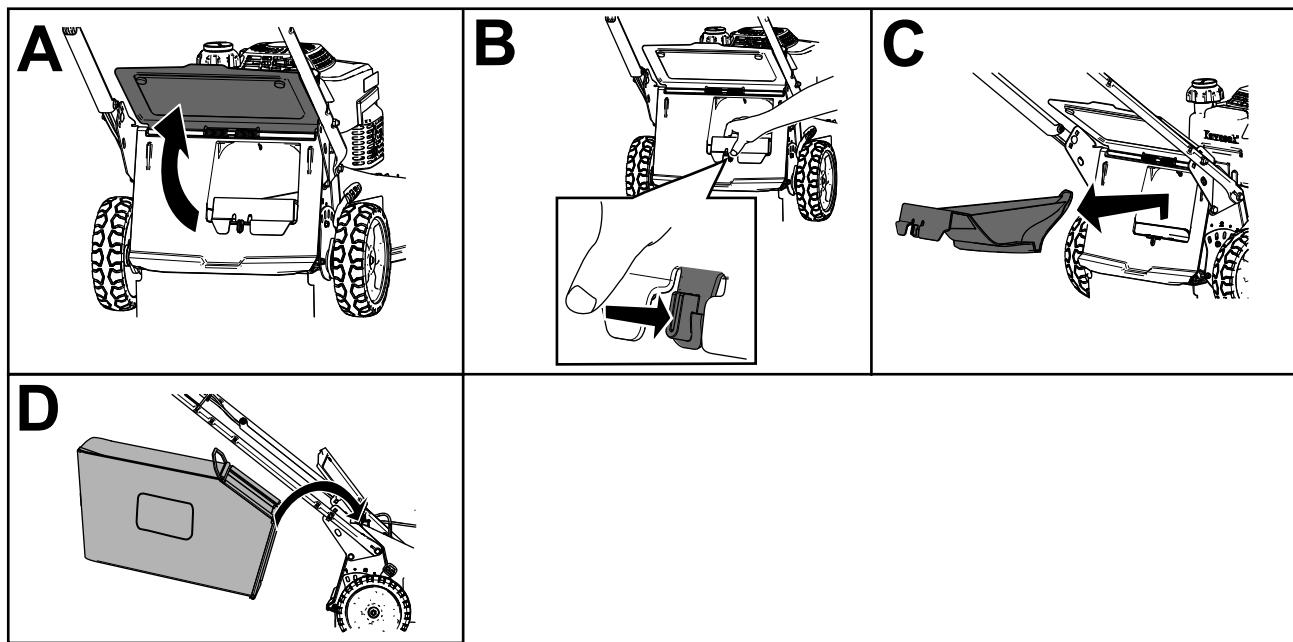

Figura 18
2. Levante y sujeté el deflector trasero (Figura 18, A).
3. Retire el tapón de descarga trasera presionando el enganche hacia dentro con el dedo pulgar y extrayendo el tapón de la máquina (Figura 18, B y C).
4. Inserte los extremos de la varilla de la bolsa en las muescas de la base del manillar, y mueva la bolsa hacia adelante y hacia atrás para verificar que los extremos de la varilla están asentados en el fondo de cada muesca (Figura 18, D).